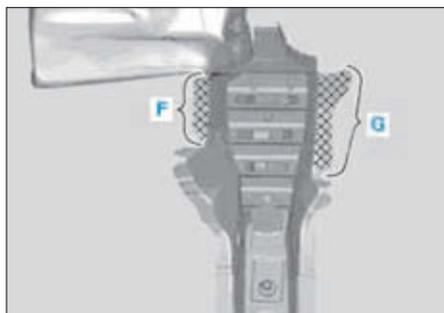
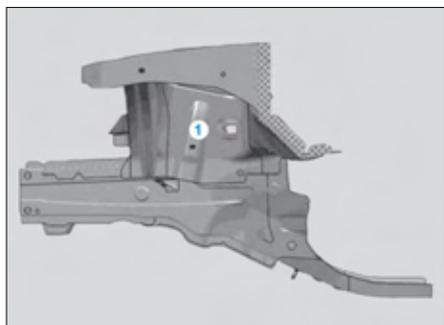
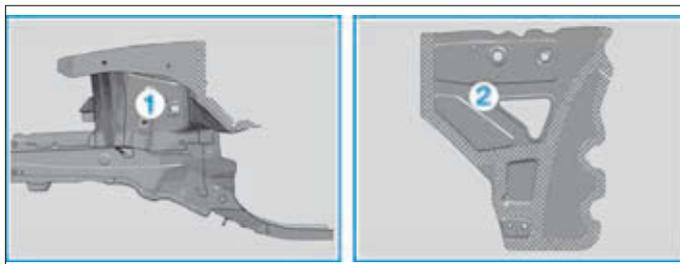

FIG. 31
FIG. 32
FIG. 48
- Poncer au nu du métal les surfaces de raccordement sur le passage de roue avant (1) dans les zones quadrillées (F et G) (Fig.31) et (Fig.32).
- Poncer au nu du métal les surfaces de raccordement sur le passage de roue avant (1) dans les zones quadrillées (F et G) et sur la tôle intérieure de fermeture (2). (Fig.31) et (Fig.48).